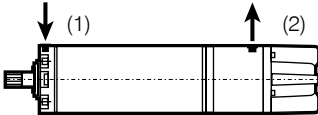

Fig. 1A
5.1- Posicionar el motor horizontalmente. Retire el tornillo (1) del orificio de llenado y el tornillo (2) del orificio de vaciado. Vierta agua limpia en el motor, asegúrese de que no quede aire dentro del motor. Reemplace el tornillo (2) del orificio de vaciado. (Fig.1A)